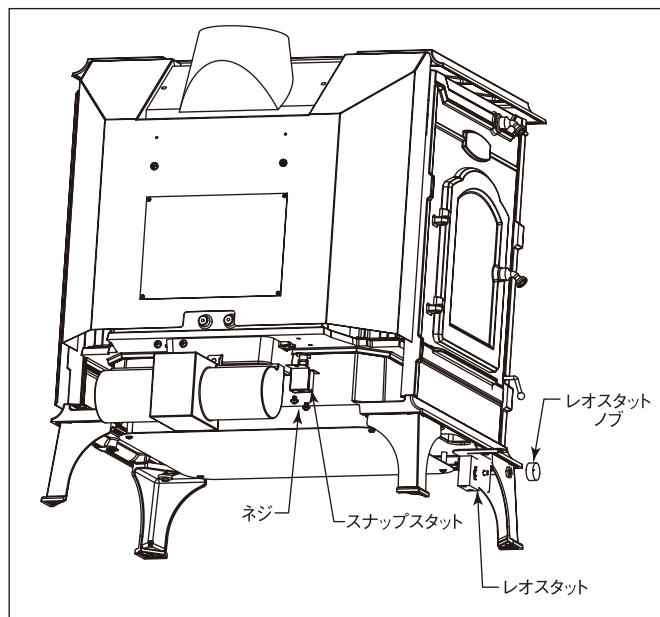

図5 ファンの取り付け
- 1) ファン本体を、1/4-20x3/4”六角ボルト2ヶ(または、本体に付いているネジ2ヶ)と1/4”スターワッシャー2ヶで、ストーブの背板の内側に固定します。(図5)